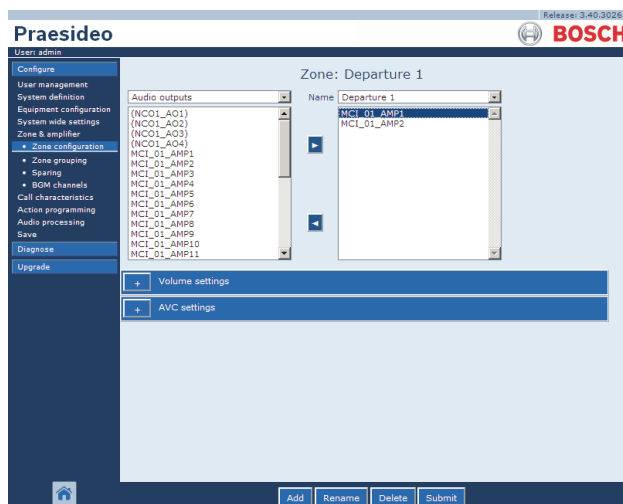

figure 46.7: Suppression d'une zone, étape 1
- 1 Allez à *Configure > Zone & Amplifier > Zone configuration*. Un écran semblable à celui illustré à la figure 46.7 s'affiche.